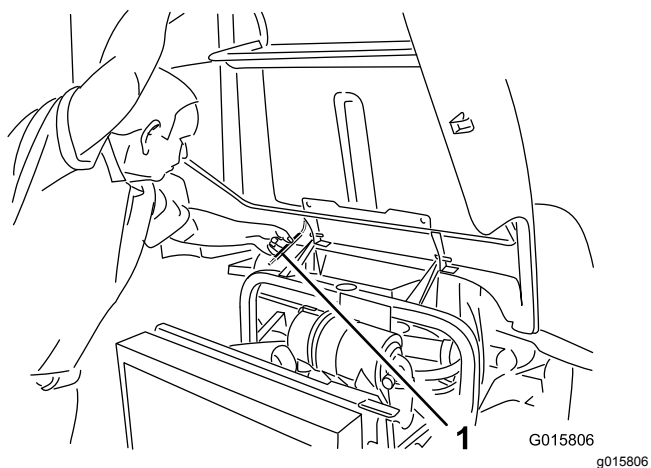

Figure 27
2. Soulevez le capot jusqu'à ce que la béquille puisse être placée derrière le tube du cadre (Figure 27).